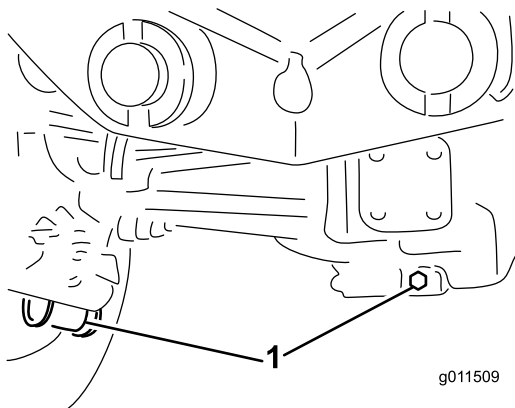

Рисунок 107
2. Очистите область вокруг трех сливных пробок, по одной на каждом конце и одной в центре (Рисунок 107).